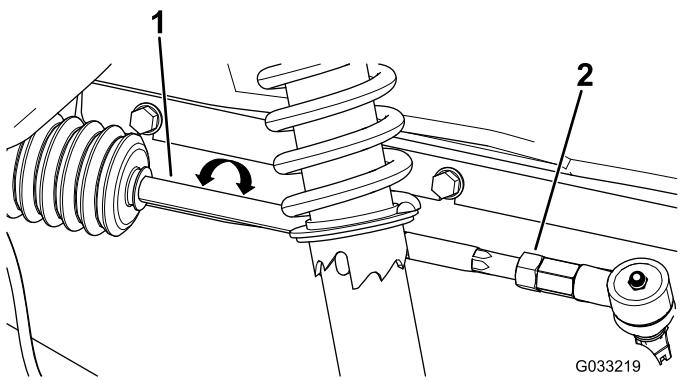

Figura 46
2. Se la misura non rientra nel campo specificato di 0–6 mm, allentate i controdadi all'estremità esterna dei tiranti (Figura 46).